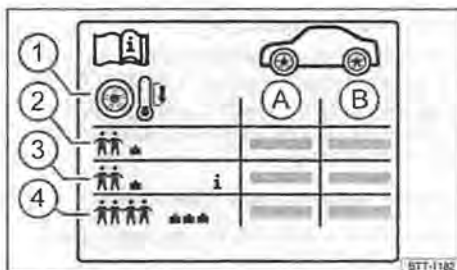

Fig. 145 Simboli sulla targhetta dei dati sulla pressione dei pneumatici
A seconda del veicolo, sulla targhetta può essere riportata una pressione comfort → fig. 145 **③**. La pressione comfort permette di avere una guida più confortevole, tuttavia è possibile che aumenti anche il consumo di energia.
- Adeguare sempre la pressione dei pneumatici al livello di carico del veicolo → fig. 145 **④**.